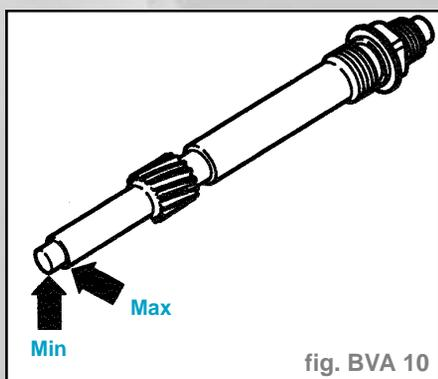

fig. BVA 10
- Déposer l'entraînement du tachymètre et l'essuyer avec un chiffon (fig. BVA 10).